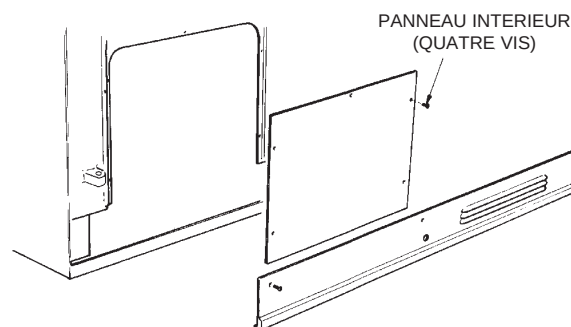

FIG. 8
- VOIR FIG. 8
2. Enlevez les (5) vis de fixation du panneau intérieur et enlevez le panneau.
3. Enlevez les (3) vis de fixation de la plinthe et enlevez la plinthe.